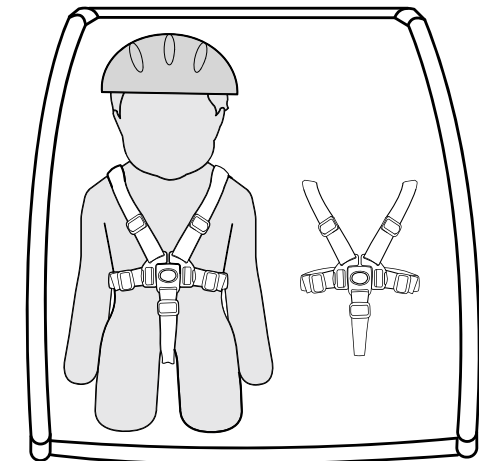

Figura 26
3. Cuando utilice el remolque doble con un niño, siente siempre al niño en la posición del lado derecho (Figura 26).